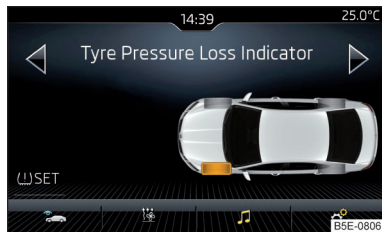

Abb. 296
- ▶ Die Funktionsfläche  **SET** antippen » Abb. 296.
Bei aufleuchtender Kontrollleuchte  im Kombi-Instrument kann im Infotainment der betroffene Reifen angezeigt werden » Abb. 296.